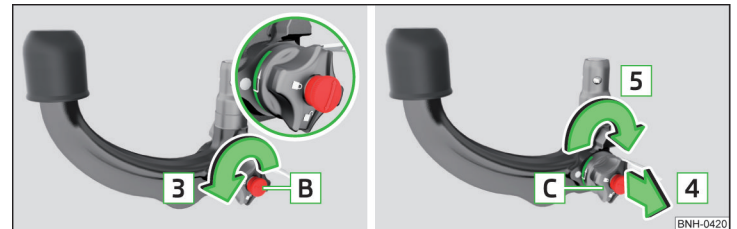

Abb. 139 Bereitschaftsstellung einstellen
- Den Schlüssel **B** bis zum Anschlag in Pfeilrichtung **3** drehen, sodass der Pfeil am Schlüssel zum Symbol ♁ » Abb. 139 zeigt.